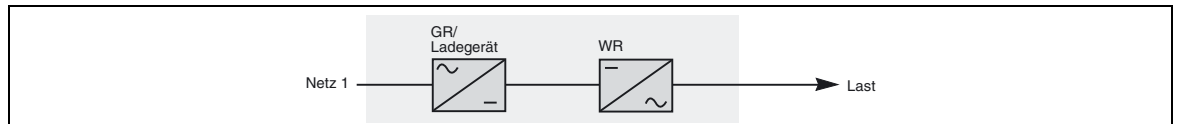

Abb. 5
- Frequenzwandler ohne Batterie: Abbildung 5.